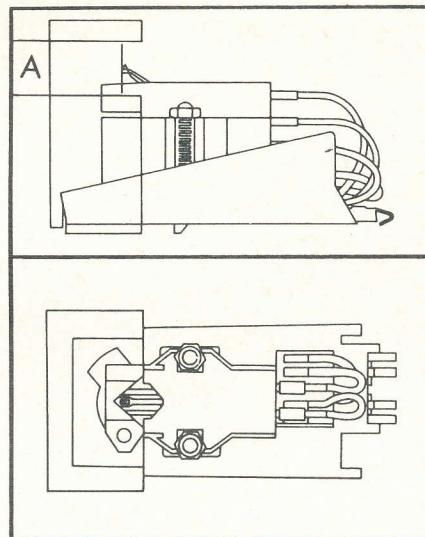

Fig. 14
3. Le montage de la cellule est correct lorsque la pointe de lecture se trouve bien au centre de l'encoche du gabarit de montage et que, verticalement, la pointe de lecture se trouve à l'intérieur d'une plage A (fig. 14).